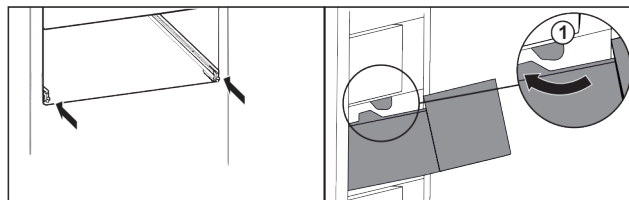

Fig. 31
- ▶ Vedte zásuvku podél zářezek Fig. 31 (1).*